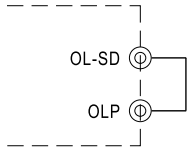

图 5.1插入CN3的短路连接器
- (1)插入CN3的短路连接器,如图5.1所示,过载保护模式将为恒电流限制延迟5秒后关机,重启恢复